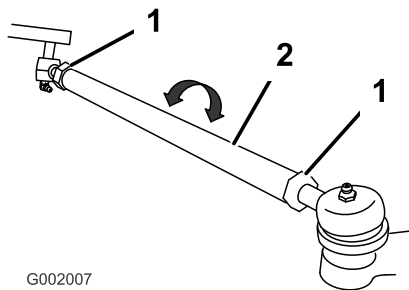

Figura 51
5. Dacă distanța nu se încadrează în intervalul specificat, slăbiți contrapiuliile de la ambele capete ale tiranilor (Figura 51).